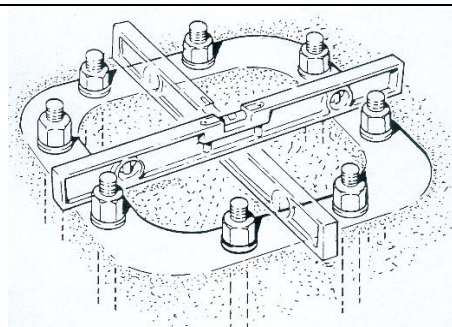

fig. 22
5. Nivelar el marco de fundación, si es posible sirviéndose de un nivel de burbuja, llenar y alisar el plinto (fig. 22)